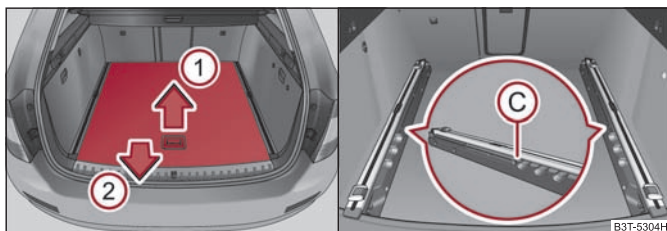
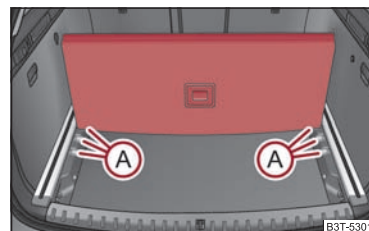

Fig. 87 Maletero: retirar parcialmente el suelo de carga variable
Fig. 88 Dividir el maletero
- Coja la parte trasera del suelo variable por la empuñadura, levántela un poco en dirección de la flecha ① ⇒ fig. 87 y tire de ella a través del paragolpes en la dirección de la flecha ② hasta que encastre en el orificio C ⇒ fig. 87.
- Para introducir el suelo de carga variable, coja la parte del suelo por la empuñadura, levántela un poco en la dirección de la flecha ① y empújela hasta el tope hacia adelante.
- Coja la parte trasera del suelo por la empuñadura, levántela en dirección de la flecha ① ⇒ fig. 87 e introduzca el borde trasero en uno de los orificios A ⇒ fig. 88.